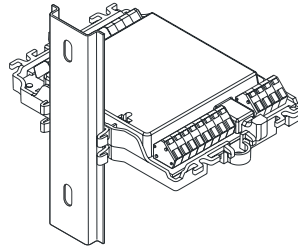

Fig. 1
- On a top hat rail (Fig. 1)
2. Push the input/output module with the mounting feet against the top hat rail until the mounting feet engage (Fig. 1).
- Auf einer Hutschiene (Fig. 1)
- Drücken Sie den Ein-/Ausgabebaustein mit den Montagefüssen gegen die Hutschiene, bis diese einrasten (Fig. 1).